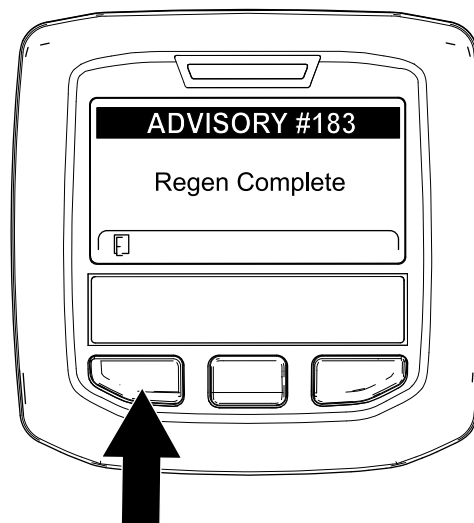

Figura 56
- Când computerul motorului finalizează o regenerare în stare de parcare sau de recuperare, InfoCenter afiează ADVISORY #183 (recomandarea nr. 183) (Figura 56). Apăsai butonul din stânga pentru a reveni la ecranul de pornire.
Notă: Dacă regenerarea nu se finalizează, InfoCenter afiează Advisory #184 (recomandarea nr. 184) (Figura 56). Apăsai butonul din stânga pentru a reveni la ecranul de pornire.